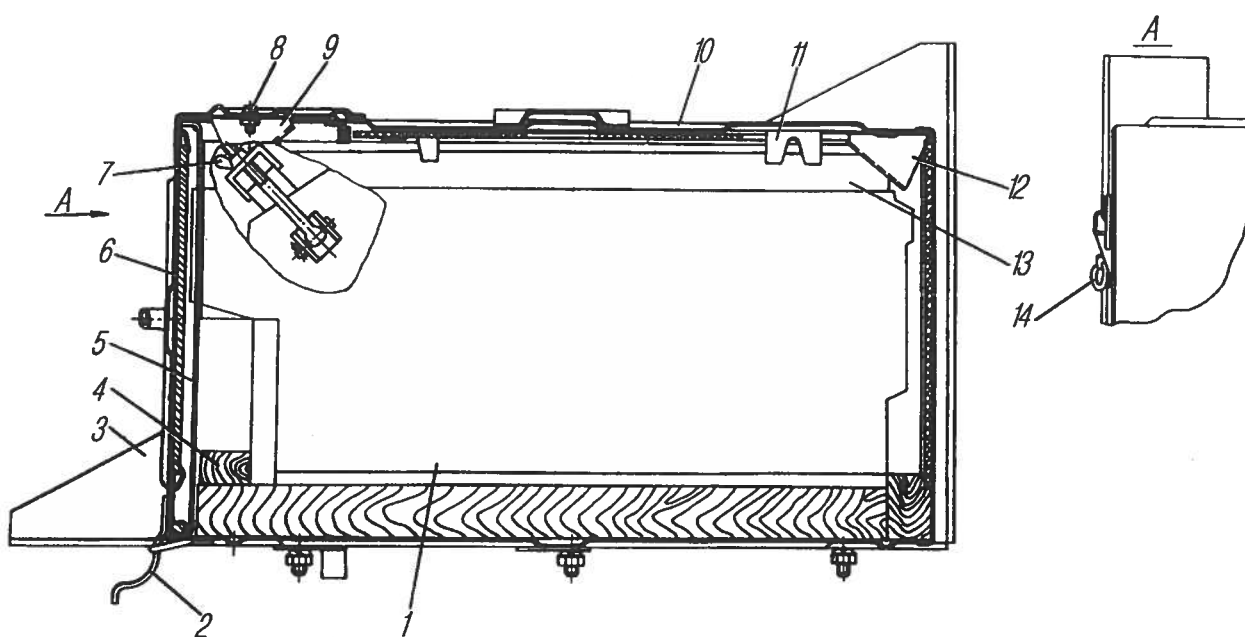

Рис. 86. Установка аккумуляторных батарей:
**Крепление аккумуляторных батарей.** Аккумуляторные батареи 1 (рис. 86) установлены в контейнере 10 на двух боковых и средней опорах. Батареи после их установки в контейнер крепятся двумя верхними прижимами 13 и передним упором 4. Верхние прижимы 13 фиксируются передними 9 и задними 12 клиновыми упорами. Передние клиновые упоры 9 выполнены регулируемые и закреплены на крышке 6 контейнера болтами 8. Задний упор 12 приварен в верхней задней части контейнера 10. На верхней панели контейнера 10 приварены направляющие 11 для правильной установки прижима 13 относительно упоров 9 и 12.